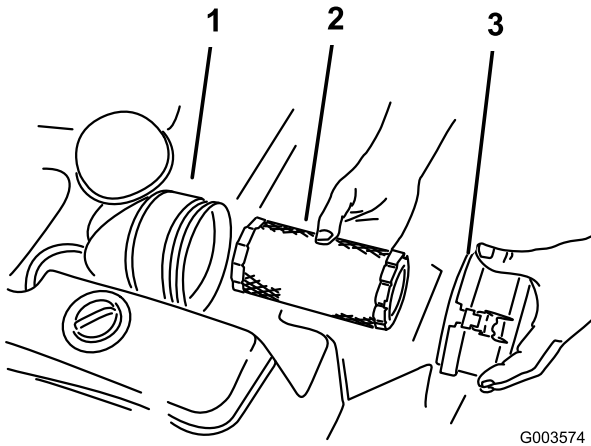

Bild 1
4. Entfernen Sie die Luftfilterabdeckung und den Filter (Bild 1).